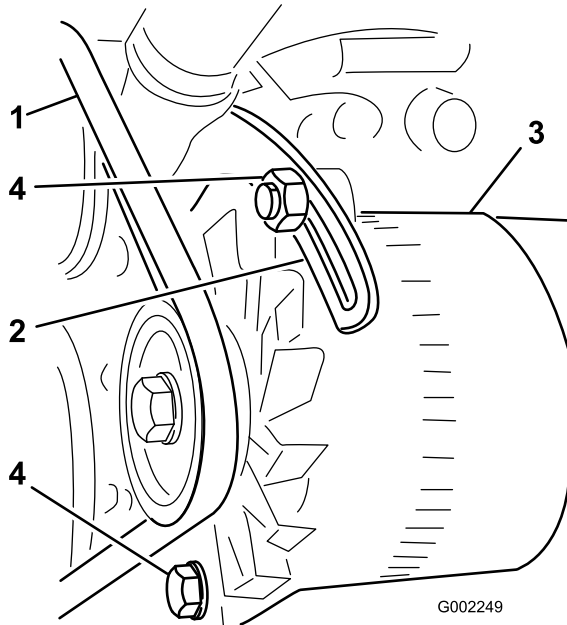

Figure 84
8. Démarrez le moteur en ayant serré légèrement le bouchon sur le radiateur (Figure 84).
3. Desserrez les boulons de fixation du renfort au moteur et le boulon de fixation de l'alternateur au renfort (Figure 84).